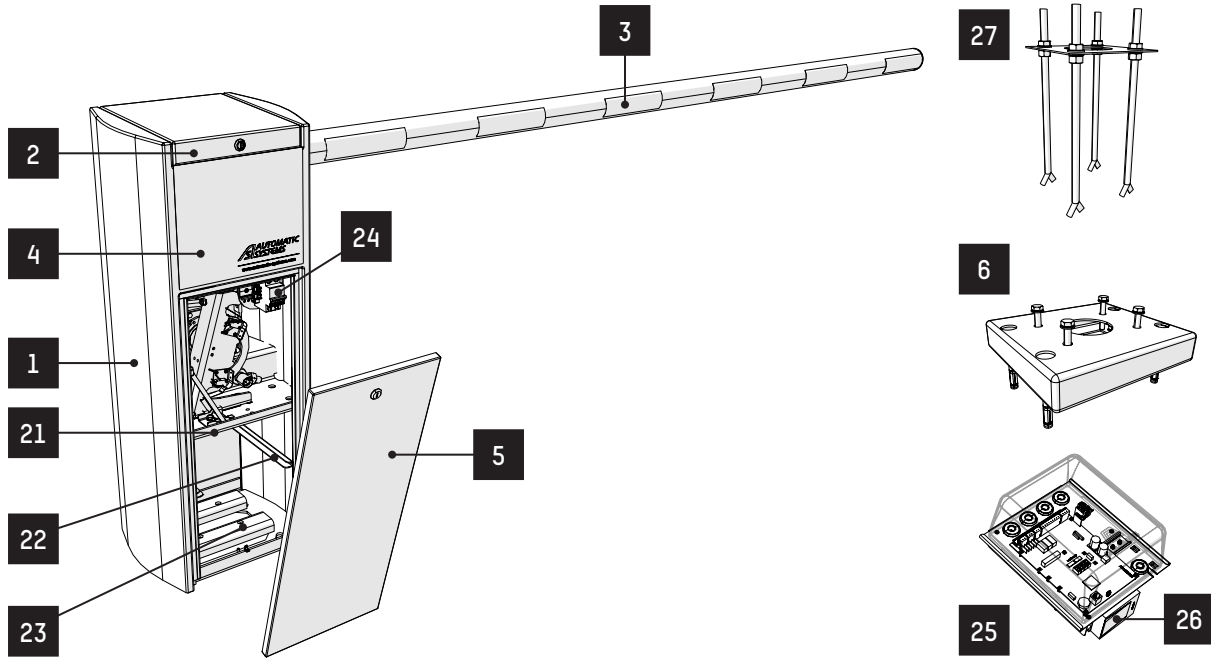

Fig. 1 - Komponentplacering - Generell
- Innan sericeluckan öppnas ska strömförsörjningen brytas på strömbrytaren (⇒ Det. 24, Fig. 1, sid 9).